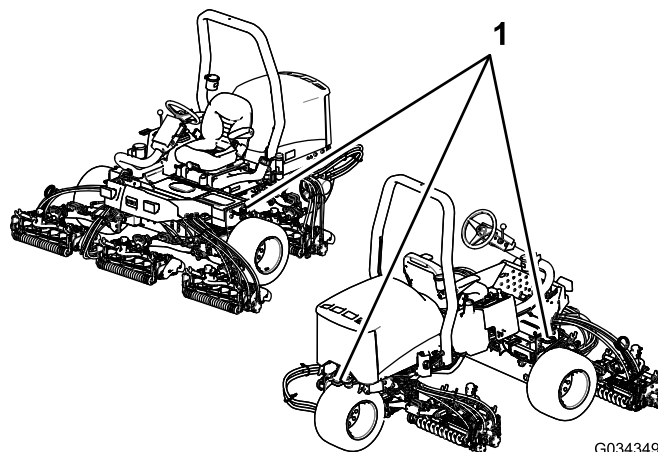

Figura 44
- Fissate saldamente la macchina con cinghie, catene, capi o corde. Le cinghie anteriori e posteriori dovranno essere rivolte verso il basso e all'esterno rispetto alla macchina; vedere la Figura 44.